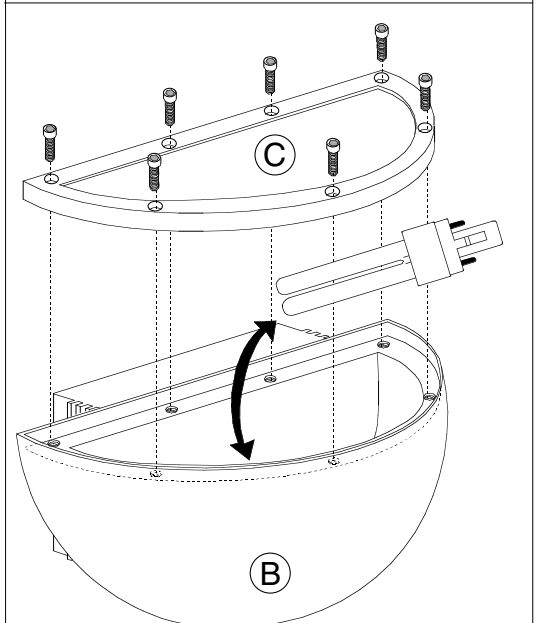

FIG.4
- Rimontare la ghiera rifacendo l'operazione a ritroso. **FIG.4**
- Replace the ring nut making operation in reverse. **FIG.4**
- Zusammensetzen den Ring macht in umgekehrter Reihenfolge wieder. **ABB. 4**
- Remonter la collerette en faisant l'opération inverse. **FIG.4**
- Vuelva a colocar el anillo haciendo el montaje a la inversa. **FIG.4**